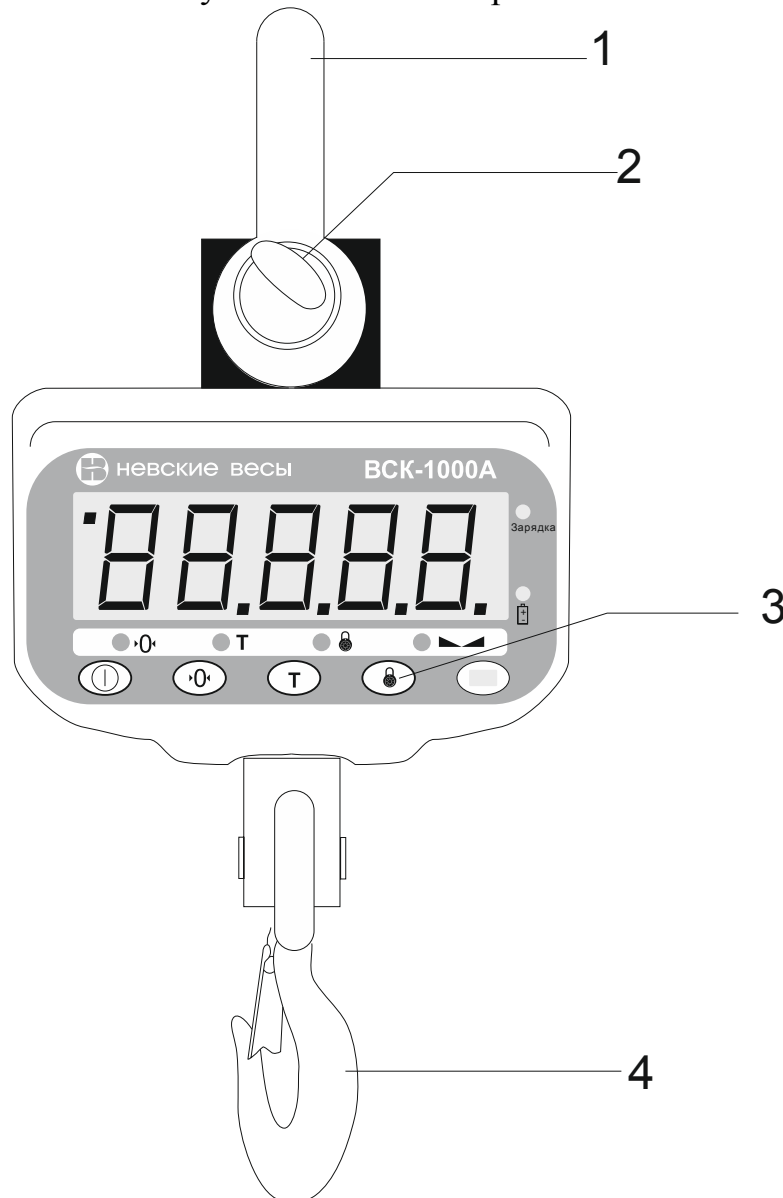

Рисунок 1 Лицевая панель весов ВСК-А
2.4.1 Внешний вид и основные узлы показаны на рис. 1.